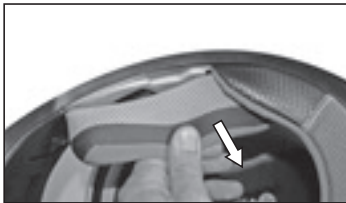

Fig. 3
- 1.2 Agarre la parte trasera de la almohadilla lateral izquierda y tire hacia el interior del casco hasta desenganchar el botón de fijación (Fig. 3).
- 4.1 Introduzca la correa de sujeción en el orificio de la almohadilla lateral y la lengüeta ubicada en la parte delantera de la almohadilla lateral en el alojamiento correspondiente de la mentonera interior (Fig. 3 y 4).